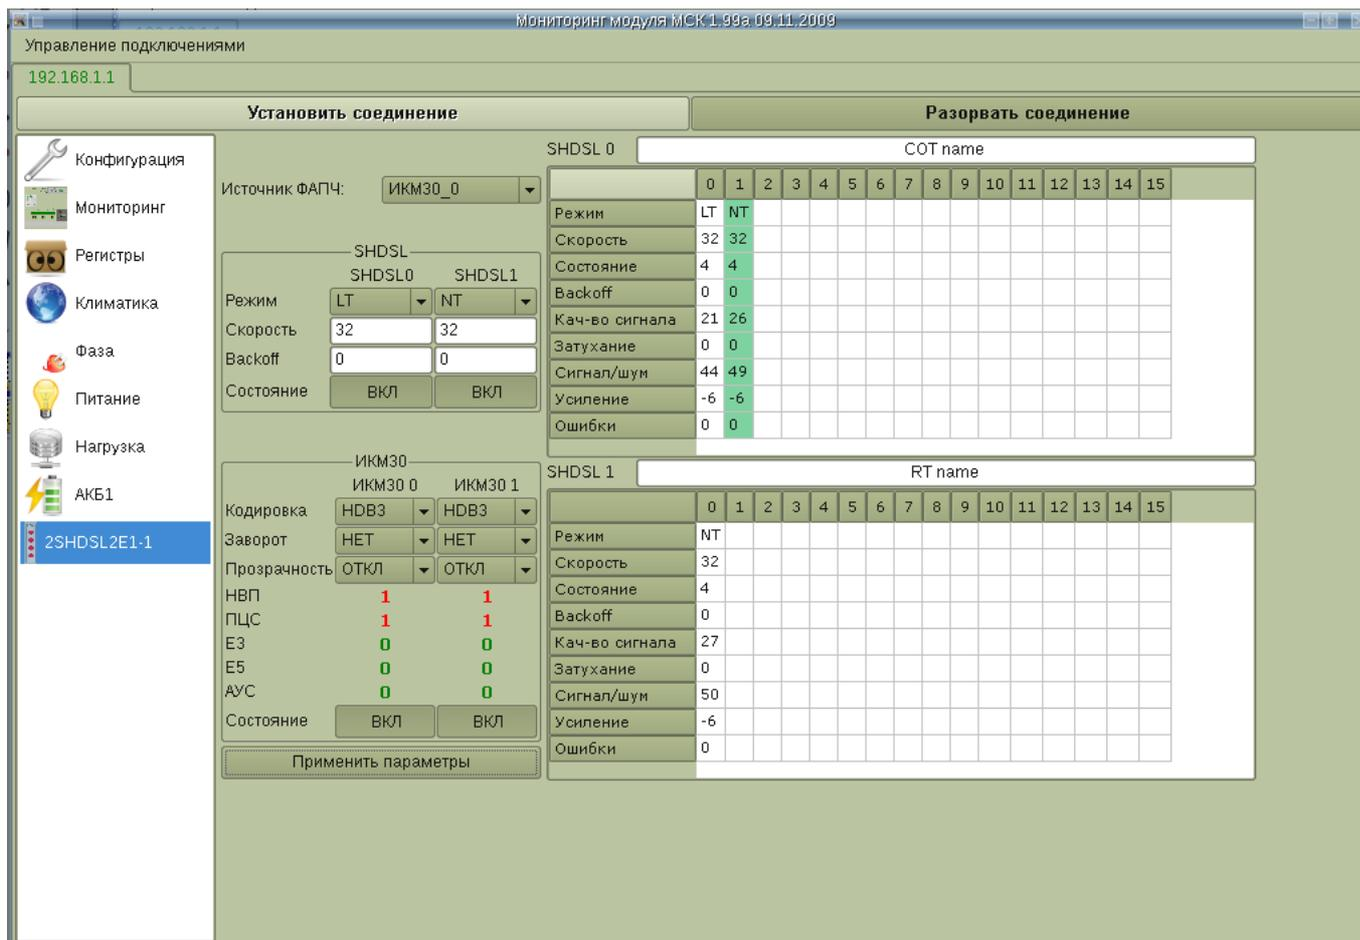

Рисунок 42: Окно 2SHDSL-2E1
Мониторинг SHDSL располагается в правой части окна (Рис.42). Отображает состояние SHDSL интерфейсов. На ведущей стороне (LT) отображаются состояния всех SHDSL интерфейсов в цепочке, нулевой интерфейс отображает состояние SHDSL интерфейса на данной плате, и по 2 интерфейса на регенератор, последним будет интерфейс NT. На ведомой стороне (NT) отображается только состояние SHDSL интерфейса на данной плате.